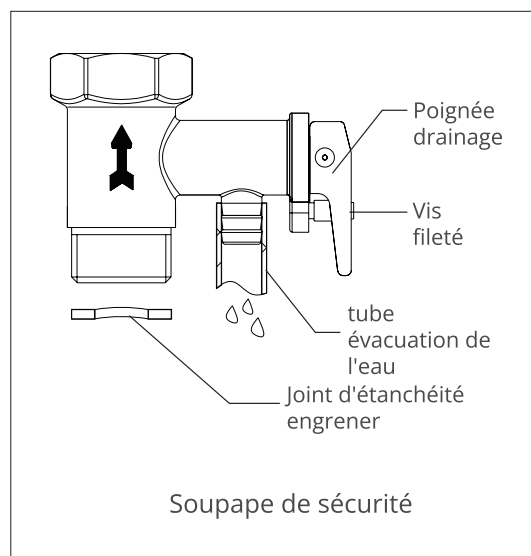

Fig.7
- Dévissez la vis de la soupape de sécurité multifonction et soulevez la poignée de vidange vers le haut (voir Fig. 7) pour vidanger l'eau du réservoir intérieur.